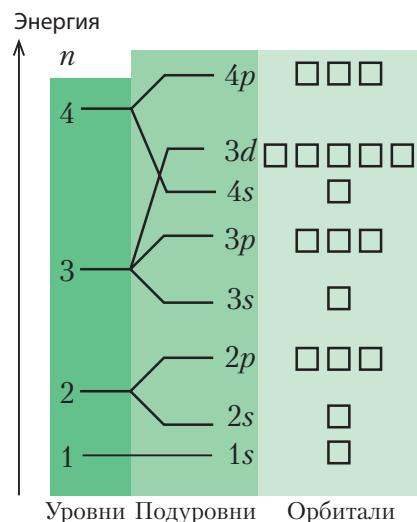

Рис. 18. Схема распределения атомных орбиталей по энергии (энергетическая диаграмма)
Согласно основному принципу квантовой механики, электрон в атоме может принимать только определённые значения энергии, а другие значения запрещены. В этом случае говорят, что **энергия электрона квантована**, то есть имеет дискретный набор значений. Для наглядного представления состояний электронов в атоме используют энергетическую диаграмму (рис. 18). Проанализируем этот рисунок. Из рисунка следует, что электроны в атоме распределены по энергетическим уровням и подуровням.
На энергетической диаграмме атомные орбитали изображены в виде клеток (ячеек): \square (рис. 18). На каждом энергетическом подуровне может находиться только определённое число одинаковых по энергии атомных орбиталей: на любом *s-подуровне* — одна \square , на *p* — три $\square\square\square$, на *d* — пять $\square\square\square\square\square$.
- Используя рис. 18, расположите следующие атомные орбитали в порядке увеличения их энергии: 3p, 2p, 3d, 1s.